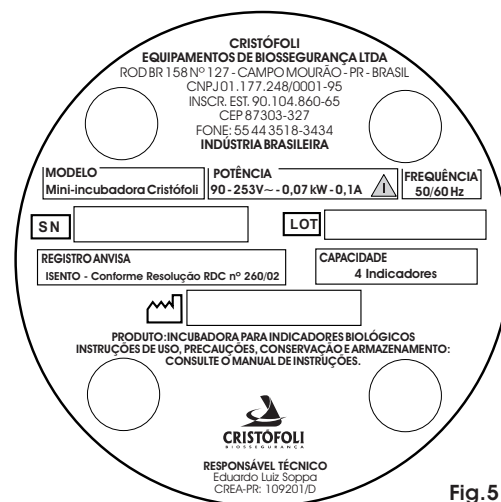

Fig.5
Contate a Cristófoli através da **Central de Relacionamento com o Cliente - CRC**, pelo telefone 0800-044-0800, (44) 3518-3499 ou e-mail: crc@cristofoli.com. Antes de realizar o contato tenha sempre em mãos o modelo do seu equipamento, voltagem, número de série e data de fabricação que se encontram no rótulo de identificação localizado na parte inferior do equipamento (Fig.3, pág.2 e Fig.5, pág.3) e uma descrição do problema.
Acesse o site www.cristofoli.com e clique no submenu "Suporte e Atendimento" e em "Assistência Técnica Autorizada" para contatar uma assistência técnica autorizada. Se houver qualquer problema com seu equipamento, consulte primeiro o tópico "Resolvendo Pequenos Problemas" (Pág.3), caso o problema persista, visite o site para contatar uma assistência técnica autorizada e agendar uma avaliação ou reparo do seu equipamento. Antes de realizar o contato tenha sempre em mãos o modelo do seu equipamento, voltagem, número de série e data de fabricação que se encontram no rótulo de identificação localizado na parte inferior do equipamento (Fig.3, pág.2 e Fig.5, pág.3) e uma descrição do problema.